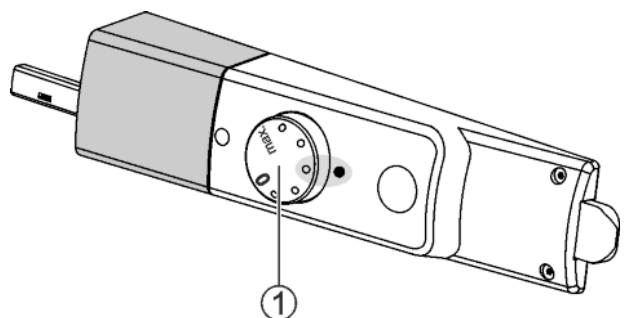

Fig. 3
- Girare il regolatore di temperatura Fig. 3 (1) verso destra dalla posizione 0 al punto 3.